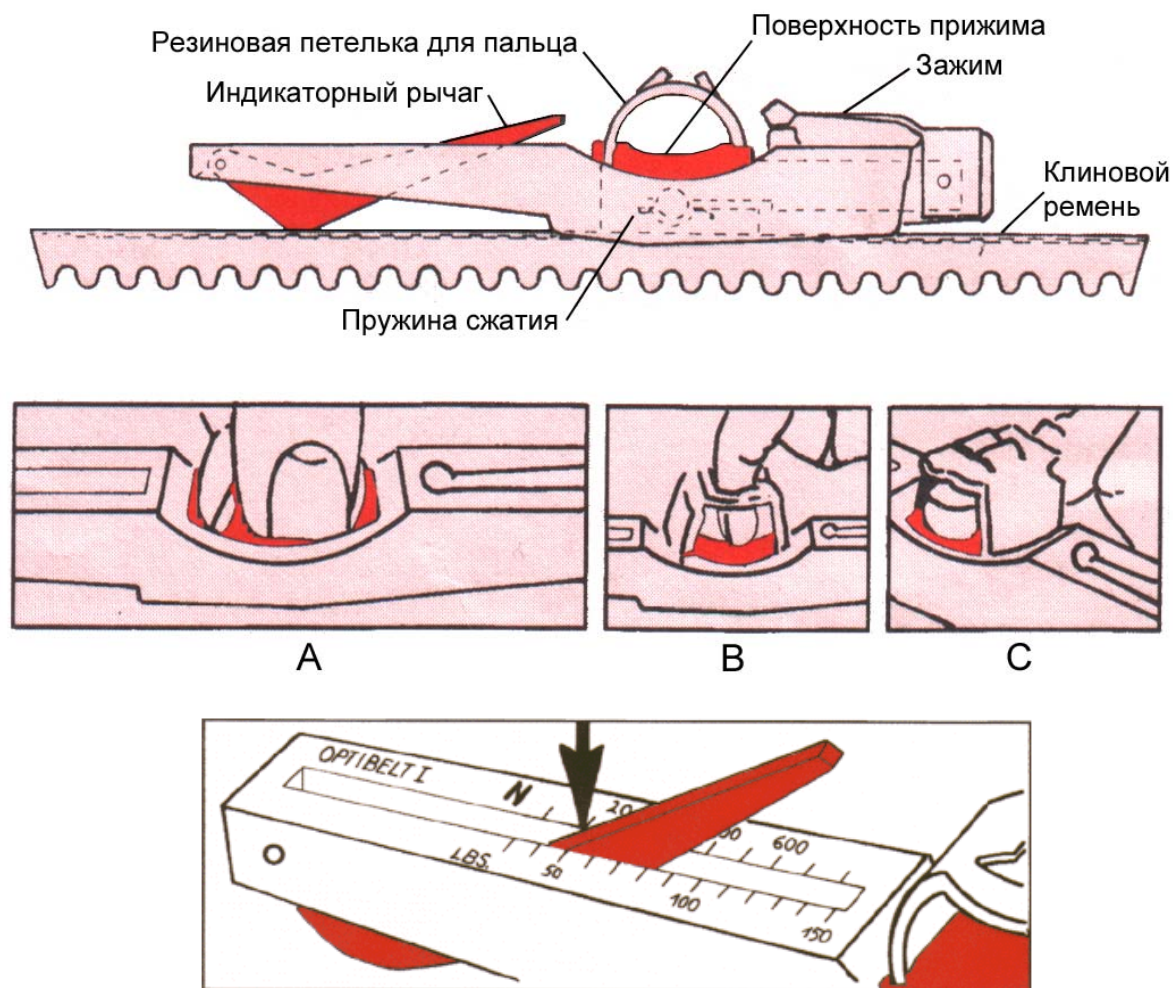

Рис. 4.1. Использование прибора Optikrik для проверки натяжения ремней
Проведение измерений (рис. 4.1):
2. Медленно нажать одним пальцем на поверхность прижима, показанным выше способом (А, В или С – рис. 4.1). Прибора должен касаться только один палец;
4. Осторожно снять прибор, не трогая индикаторный рычаг. Записать показания натяжения ремня (рис. 4.1), значение которого определяется в точке пересечения верхней кромки индикаторного рычага со шкалой;